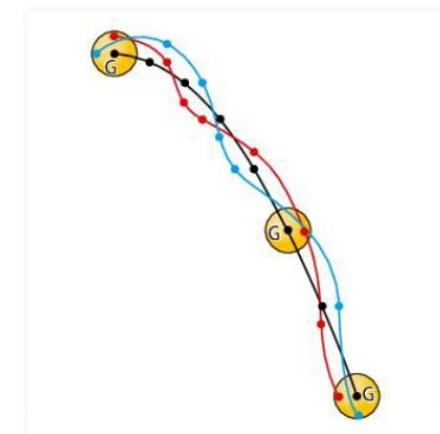

FIG. 3 Trajectoires de trois points d'une balle de tennis en mouvement.
- le point particulier du système qui décrit une trajectoire plus simple que les autres. (FIG. 3).